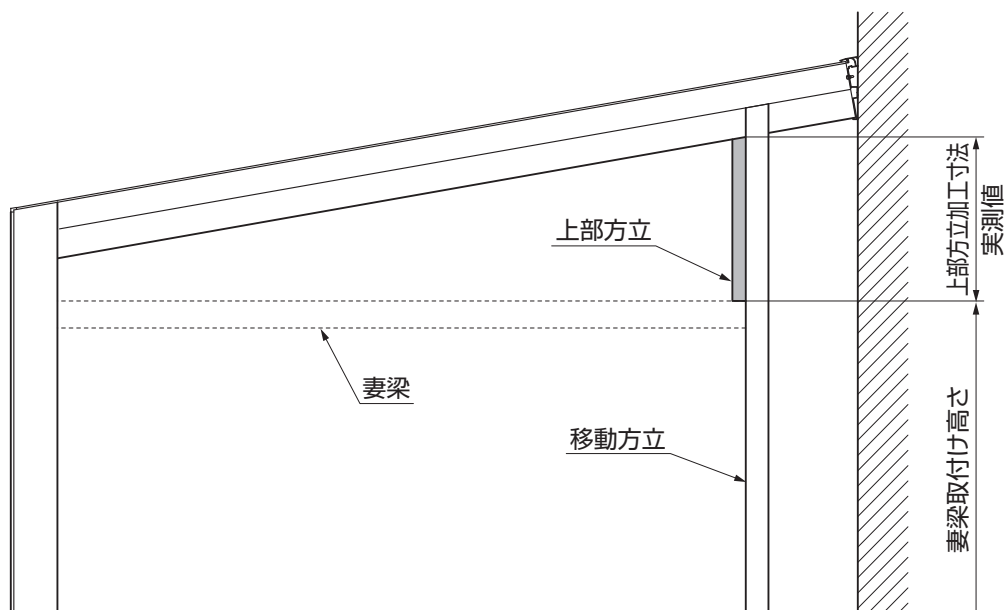

図9-1
①図9-1のように現場にて寸法を採寸して上部方立を切断してください。